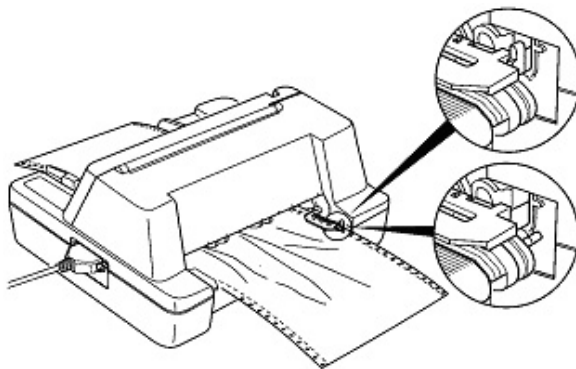

图 3-9 调整拖纸器位置
6. 如纸张皱折，请修正右边控制锁于正确位置（如图 3-9）。